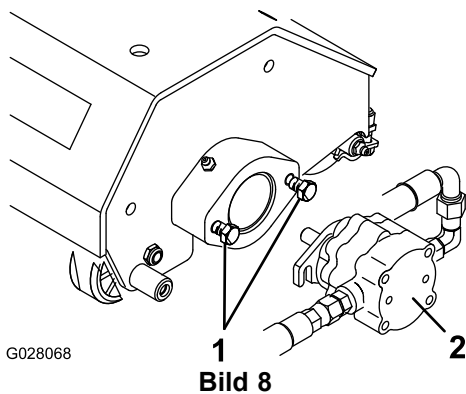

Bild 8
- A. Lockern Sie die Befestigungsschrauben und Scheiben für den Spindelmotor an jeder Dreifachrolle. Lassen Sie ungefähr 1 cm des Gewindes an jeder Befestigungsschraube sichtbar (Bild 8).